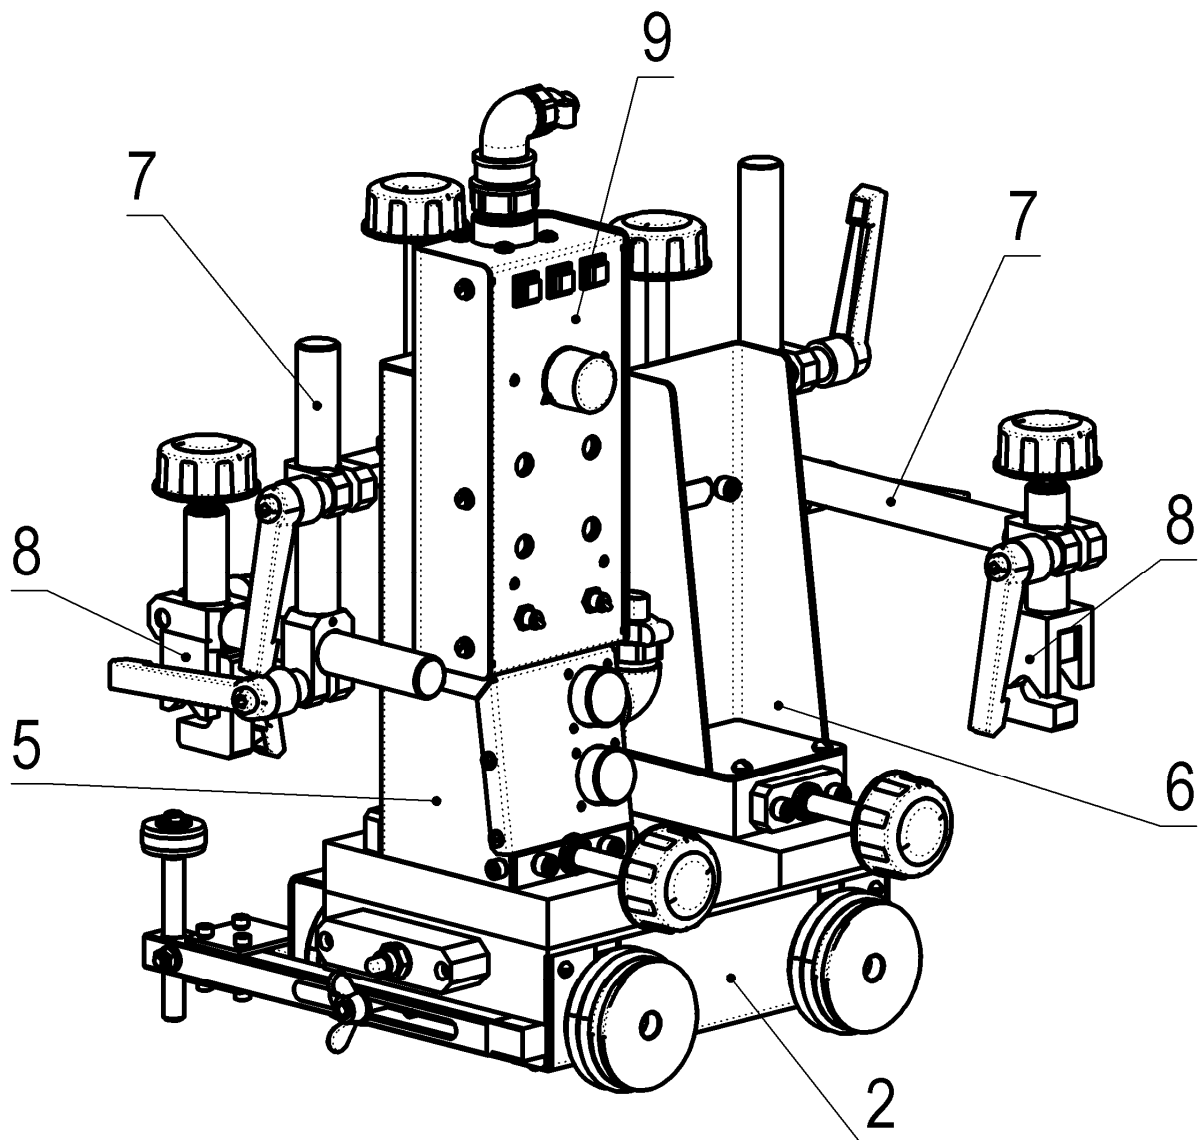

Рис. 1 – Трактор сварочный АДГ-500-1
3.1. Трактор состоит (см. рис. 1) из тележки 2, стоек 5 и 6, кронштейнов 7, держателей горелок 8, пульта управления 9
3.3. Стойка 5 (см. рис. 1) устанавливается на тележке и предназначена для регулировки положения сварочной горелки и крепления пульта управления.
Состоит из плиты 51 (см. рис. 4), механизма перемещения 52, стойки 53, механизма перемещения 54, зажима 55. Перемещение в горизонтальной и вертикальной плоскостях осуществляется при вращении маховиков 56. Фиксация кронштейнов 7 (см. рис. 1) в зажиме 55 осуществляется рукояткой 57
3.4. Стойка 6 (см. рис. 1), как и стойка 5, устанавливается на тележке и предназначена для регулировки положения второй сварочной горелки.
3.5. Кронштейны 7 (см. рис. 1) предназначены для размещения держателей горелок в нужном положении. Состоят из стержня 71 (см. рис. 6), на конце которого имеется зажим 72 (см. рис. 6) с рукояткой 73.
Держатель горелки 8 (см. рис. 1) состоит из корпуса 81 (см. рис. 7), скобы 82. При вращении маховика 83 скоба надежно прижимает горелку к корпусу
3.6. Пульт управления 9 (см. рис.1) предназначен для: